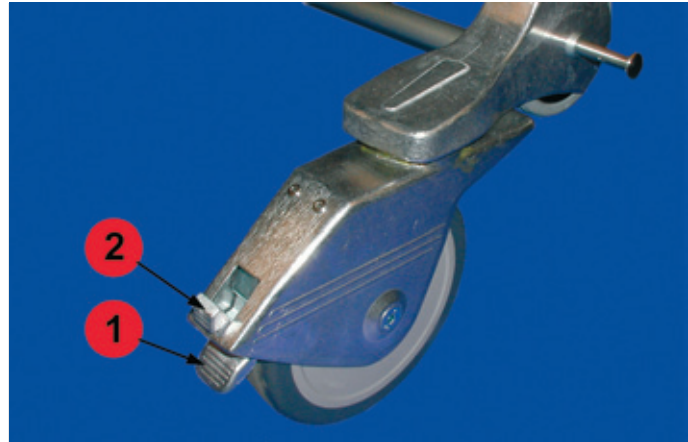

Bild 7
Hintere Lenkrollen (Bild 7)
- Betätigen des unteren Bremshebels (Bild 7/1) stellt die Bremse fest, die Lenkrolle ist gebremst.
- Betätigen des oberen Bremshebels (Bild 7/2) löst die Bremse, die Lenkrolle ist ungebremst.